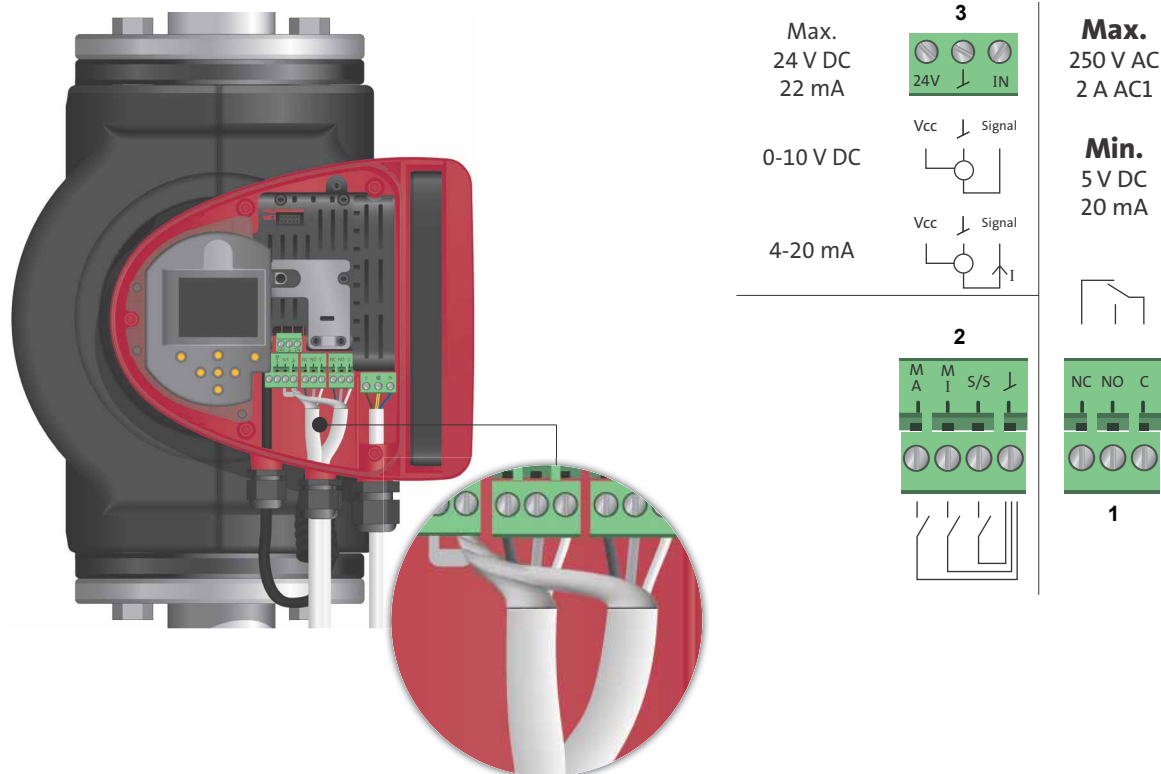

Fig. 17 Kopplingsschema
Se fig. 17, pos. 1.
Se fig. 17, pos. 2.
Se fig. 17, pos. 3.